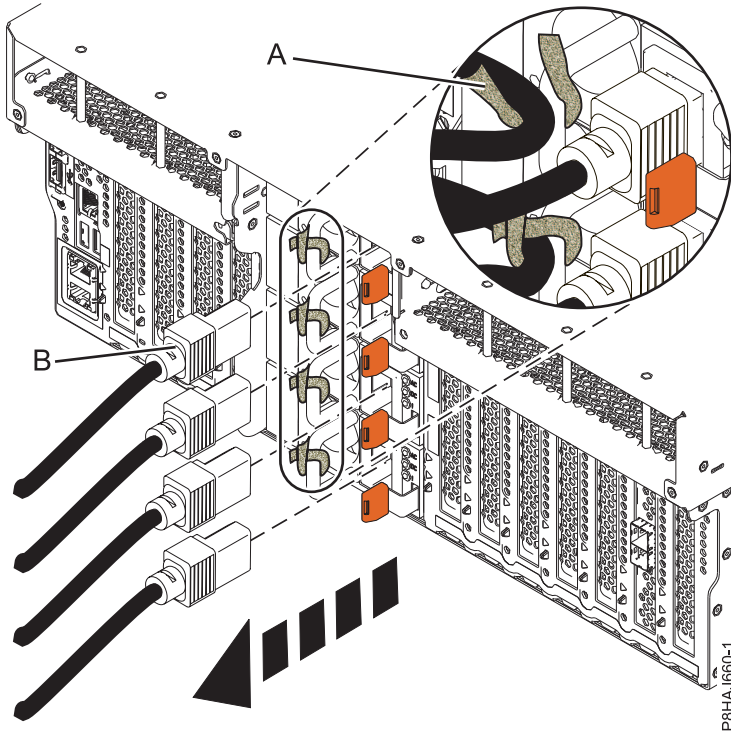
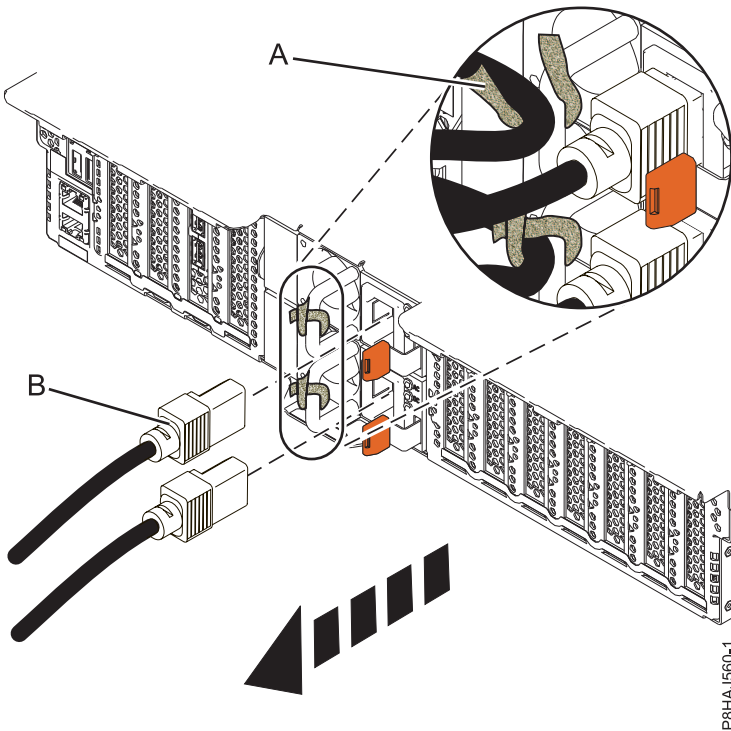
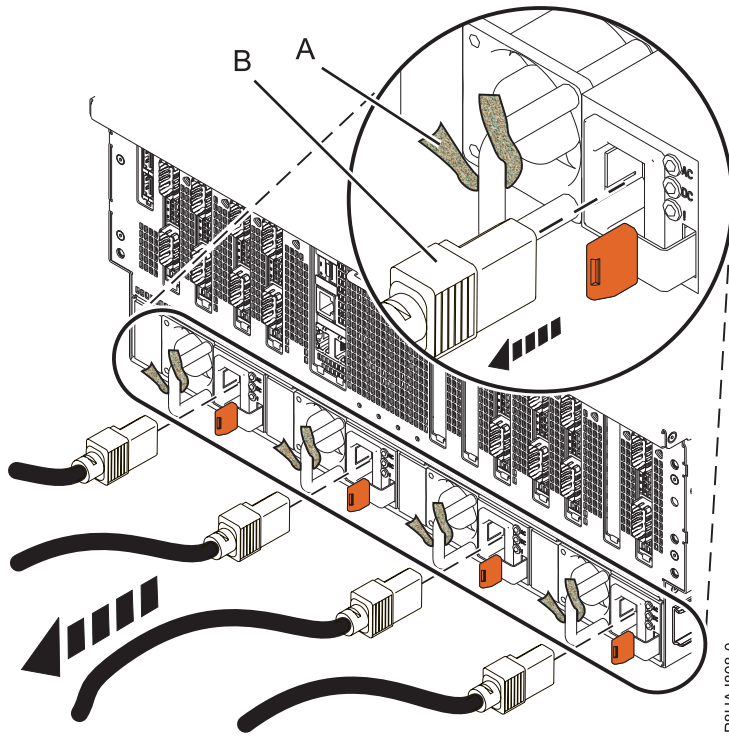

Figura 56. Extracción de los cables de alimentación de un sistema 8247-42L, 8286-41A o 8286-42A
Figura 57. Extracción de los cables de alimentación de un sistema 5148-21L, 5148-22L, 8247-21L, 8247-22L, 8284-21A o 8284-22A
Figura 58. Extracción de los cables de alimentación de un sistema 8408-44E o 8408-E8E
3. Desconecte los cables de alimentación **(B)** de la unidad del sistema. Consulte la Figura 56 en la página 74, la Figura 57 en la página 74 o la Figura 58 en la página 75 según el tipo de sistema.